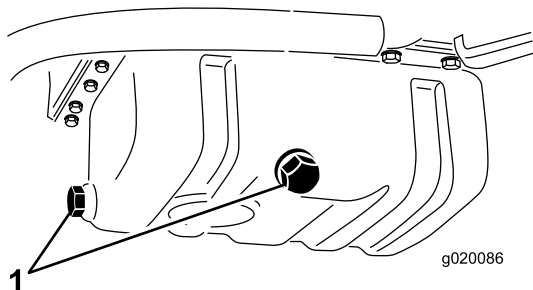

Figure 53
2. Enlevez un des bouchons de vidange (Figure 53) et faites couler l'huile dans un bac de vidange. Remettez le bouchon quand la vidange est terminée.